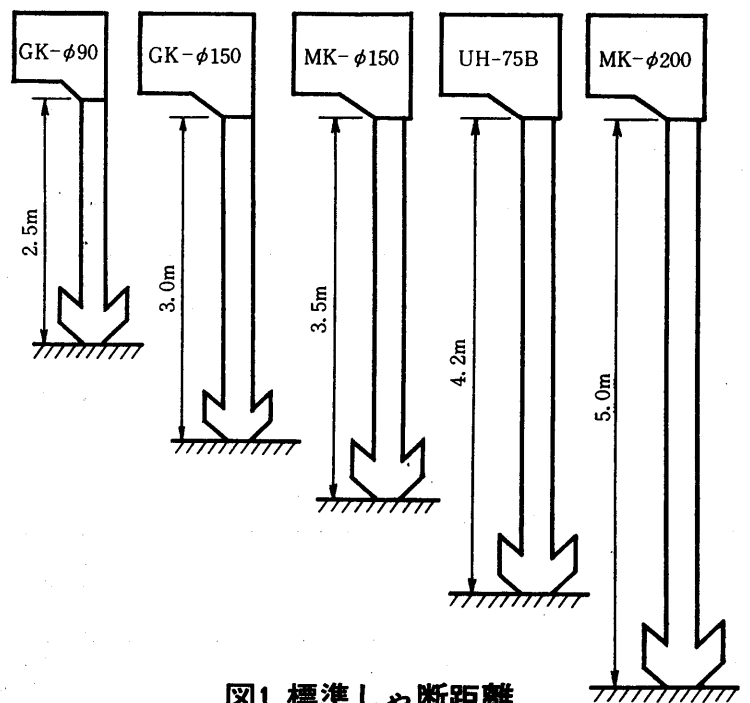

図1 標準しゃ断距離
- 取付位置よりの高さくしゃ断距離>から機種選定を行います。<図1参照>